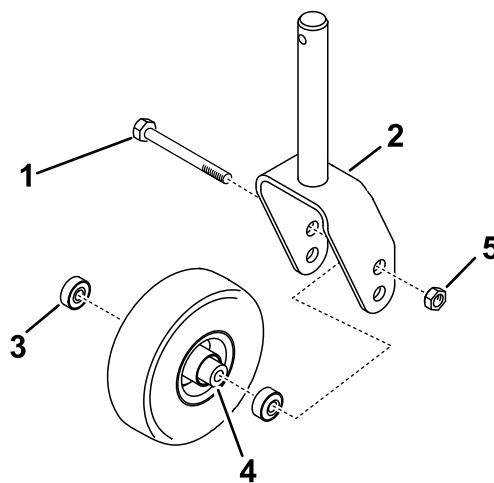

Рисунок 6
1. Установите поворотные колеса в вилки, как показано на Рисунок 6.